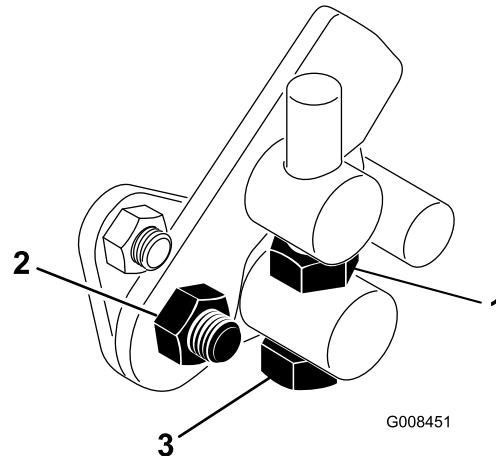

図 51
- 1. トランション・ボルトのジャムナットをゆるめる（図 51）。
- 4. トランション・ボルトのジャムナット、およびペダル・ピボットのナットを締め付けて調整を固定する（図 51）。調整を確認し、必要に応じて再調整する。